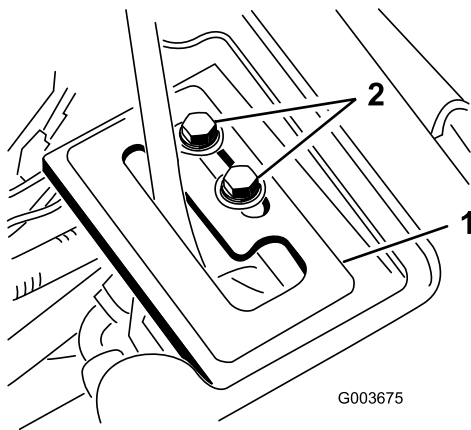

Bild 17
1. Setzen Sie die Hebelführungsplatte über dem Hubhebel ein und befestigen Sie ihn mit 2 Bundschrauben und Scheiben lose am Rahmen (Bild 17).
Hebelführungsplatte, bis der Hubzylinder mit der Hand aus- und eingefahren werden kann (Bild 17).
7. Ziehen Sie die Befestigungsschrauben der Hubhebelführungsplatte an, um die Einstellung zu arretieren (Bild 17).